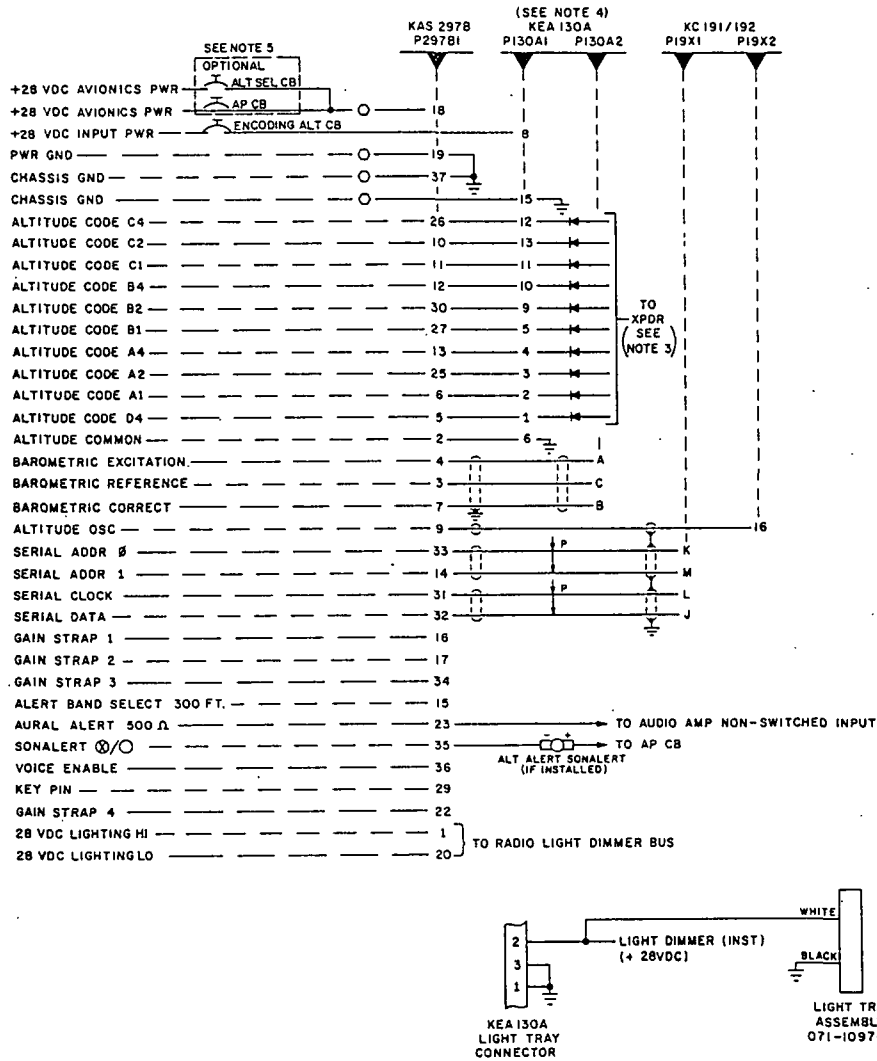

FIGURE 1
4. CONNECTOR WIRING FOR THE KEA 130A REQUIRED LIGHT TRAY ASSEMBLY IS SHOWN IN FIGURE 1.